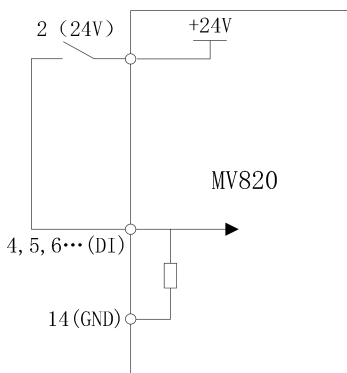

图 4-15 使用变频器内部+24V 电源连接方式
(1) P09.11=0（数字端子开路电压选择 0V）
- ① 干节点方式，接线方式如图 4-15 所示。